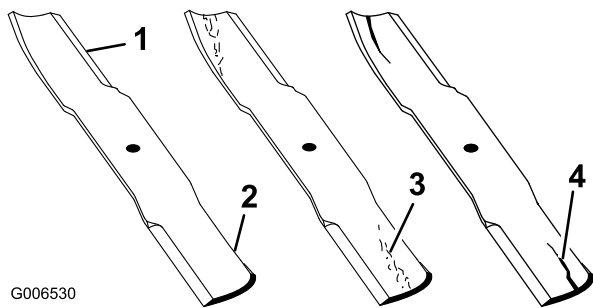

Рисунок 100
2. Осторожно осмотрите режущие кромки ножей (особенно в точке соединения плоской и изогнутой частей ножа), как показано на Рисунок 100.
Примечание: Проверяйте ножи перед эксплуатацией газонокосилки, так как песок и абразивный материал могут стачивать металл между плоской и изогнутой частями ножа. При обнаружении износа замените нож (Рисунок 100).